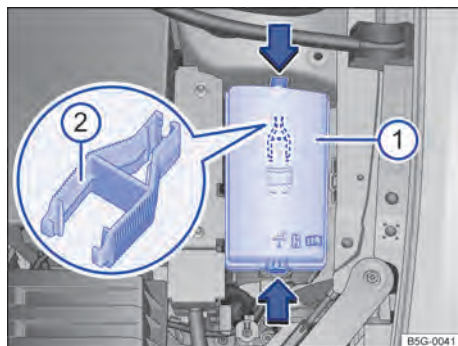

Fig. 176 No compartimento do motor: cobertura da caixa de fusíveis com pinça de plástico .
- Pressionar as travas no sentido da seta → Fig. 176 , para destravar a cobertura da caixa de fusíveis.
No lado interno da cobertura da caixa de fusíveis no compartimento do motor pode haver uma pinça de plástico → Fig. 176 para a retirada dos fusíveis.